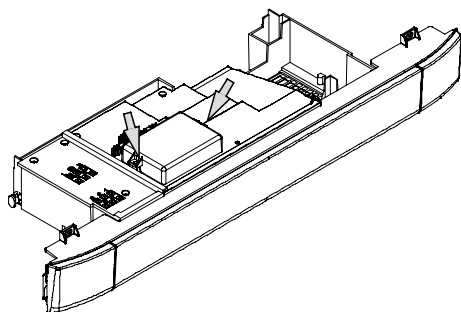

Figura 5.22
- Togliere le due viti indicate in Figura 5.22 e aprire il coperchio della morsettiere collegamento **sonda esterna e comando remoto**.